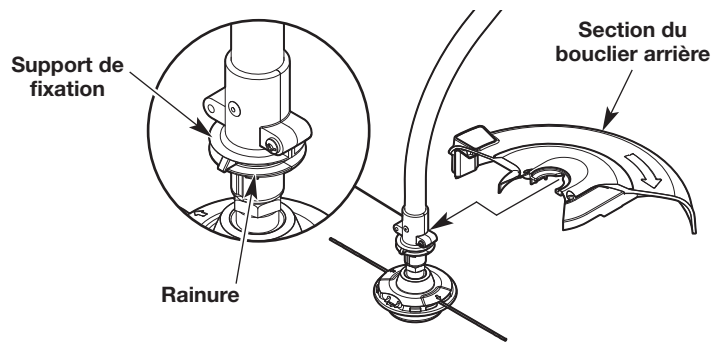

Fig. 1
1. Faites glisser la section arrière du bouclier sur le dos du support de fixation (Fig. 1). La section du bouclier doit glisser dans la rainure (Fig. 1). Cela peut nécessiter une pression ferme.